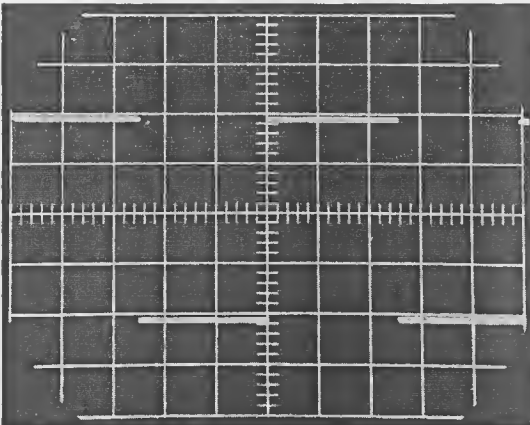

Fig. 14. Rechthoekweergave via de meetkop bij 2 kHz
- Controleer of de rechthoekweergave in de standen „50 mV/div.” en „100 mV/div.” minstens even goed is als in fig. 14.